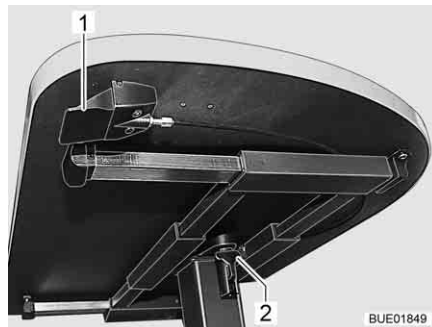

Bild 100 Inställning lyftbord
- För ned låsarmen (Bild 100,2).
- Tryck spaken (Bild 100,1) under bordsskivan uppåt. Lyftmekanismen i bordsbenet låses upp.
- Tryck spaken (Bild 100,1) under bordsskivan uppåt. Bordsskivan åker själv upp till det övre ändläget.